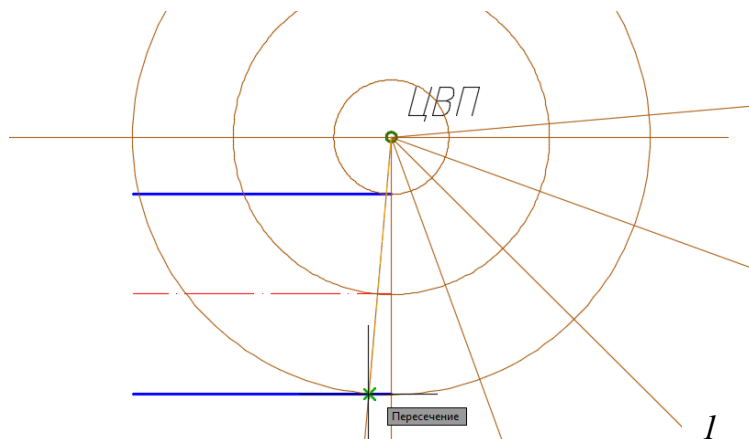

Рис. 125. Построение очерков в области колена трубы и 3-й и 4-й секциями
– для выполнения контуров трубы построить вспомогательные окружности с помощью операций **Рисование** → **Круг** → указать центр круга **ЛКМ** в **ЦВП** → назначить радиус щелчком **ЛКМ** в точке пересечения первого сварного шва и нижнего контура трубы (см. рис. 125), остальные окружности строить аналогично;